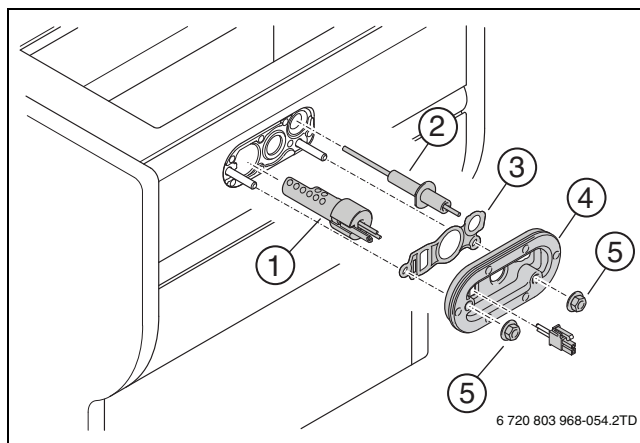

Bild 64 Austausch der Zündeinrichtung
- ▶ Alle 4 Jahre die Dichtung (→ Bild 64, [3]) und die Abdeckplatte mit Dichtung (→ Bild 64, [4]) ersetzen.